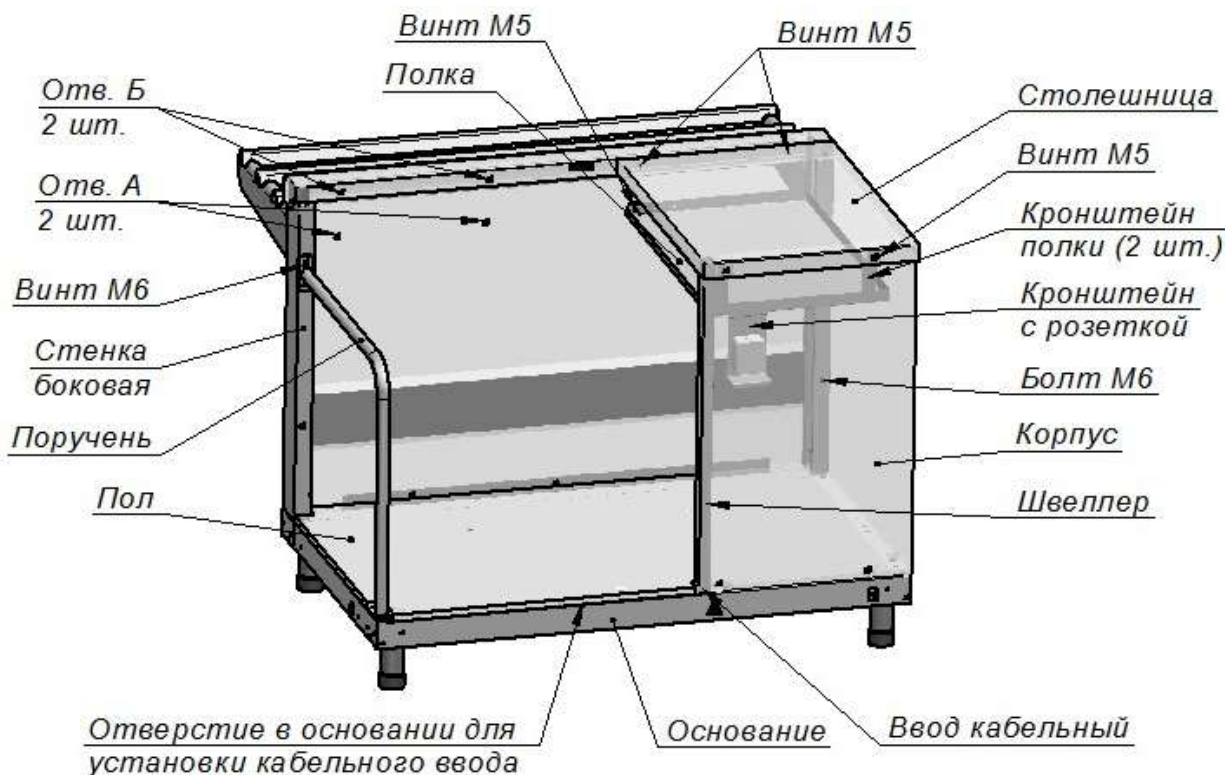

Рис. 1
Электропитание подвести на розетку от распределительного щита, через кабельный ввод (гермоввод) (см. Рис. 1), номинальным поперечным сечением жил шнура питания с заземляющей жилой марки ПВС (3x1,5) или ПРМ (3x1,5) мм^2 , не менее для всех изделий кабины кассовой.
1. Снять столешницу (см. рис. 1), предварительно открутив четыре винта М5 (два снаружи и два внутри).